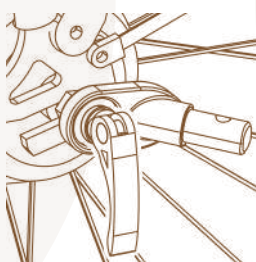

Figura 10
- 1. Asse con sgancio rapido:** rimuovere lo sgancio rapido dal lato sinistro dell'asse posteriore della bici. Installare il gancio tra lo sgancio rapido e il telaio. Serrare lo sgancio rapido seguendo il manuale del produttore della bici. Il gancio può rimanere sulla bici quando il rimorchio viene rimosso (Figura 10).